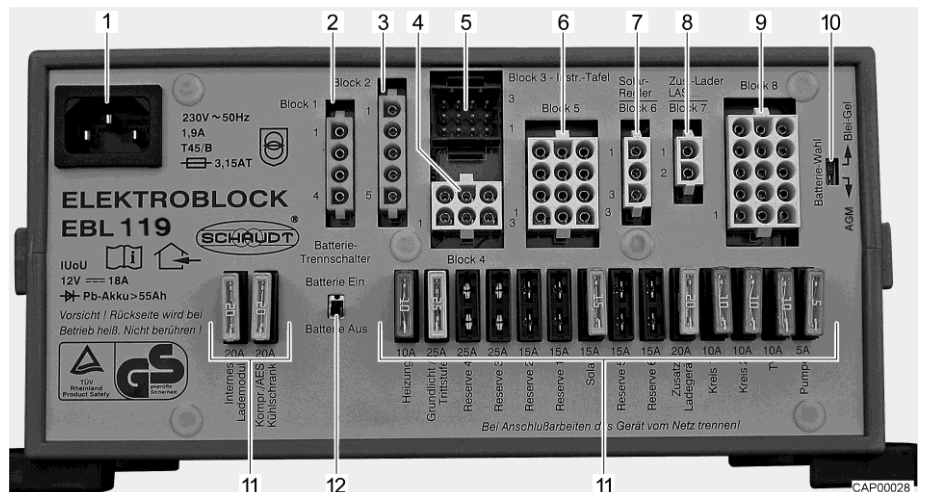

Bild 203 El-block (EBL 119, exempel)
- ▷ El-blocket EBL 99 och el-blocket EBL 119 är konstruerade på samma sätt förutom vad gäller omkopplaren för batterival (Bild 203,10).